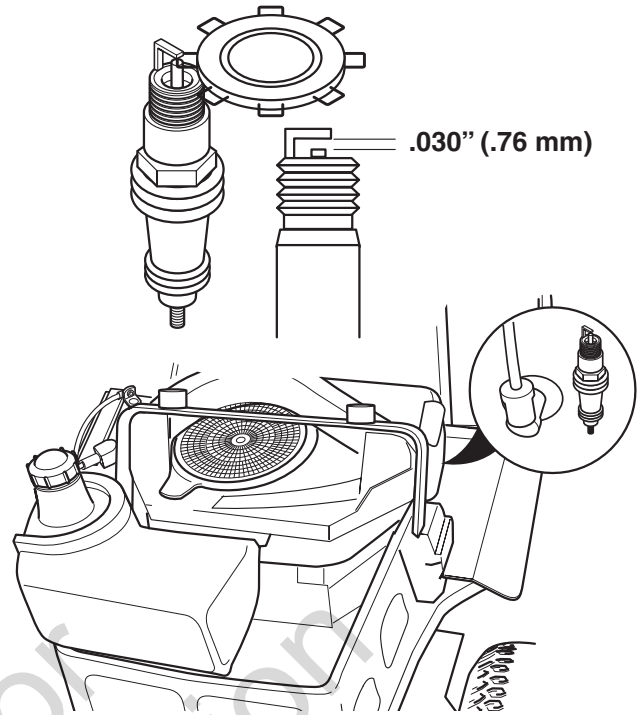

Figura 31. Entrehierro de la Bujía
2. Limpie el área alrededor de la bujía (A, Figura 31).